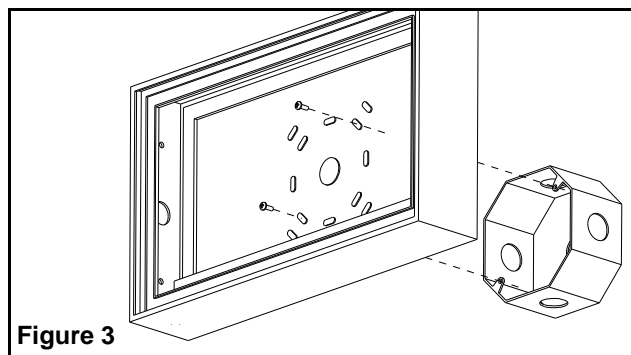

Figure 3
- c. Visser la plaque arrière à la boîte de jonction en utilisant les vis de la boîte de jonction (voir Figure 3).